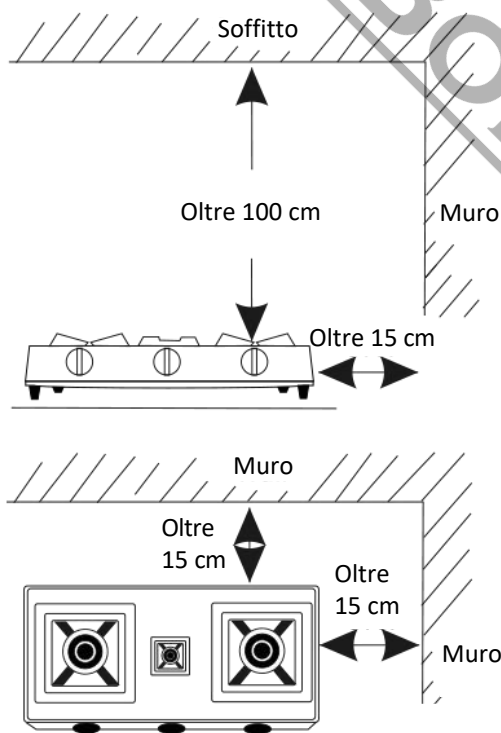

Fig. 14
8. Quando si sceglie il luogo in cui collocare il fornello a gas, assicurarsi di scegliere un posto solido e in piano. Il fornello a gas ha bisogno di molto spazio e aria. Lasciare almeno 15 cm di spazio ai lati e 100 cm sopra l'apparecchio. (Fig. 14) Se lo spazio è inferiore a 15 cm dalle pareti infiammabili, è necessario prevedere un pannello termoisolante. Assicurarsi inoltre di tenere carta, olio e tutti gli altri oggetti infiammabili lontani dalla cucina a gas.